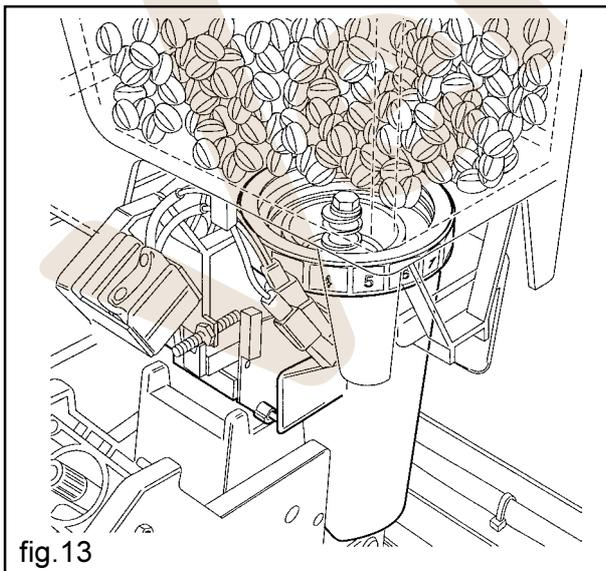

fig.13
- Se activa el molinillo hasta alcanzar la dosis de café molido fijada en el dosificador (fig. 13).